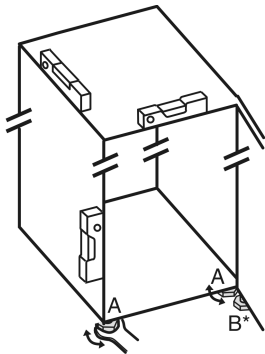

Fig. 24
- ▶ Az állítható lábakat Fig. 24 (A) a mellékelt villáskulccsal és egy vízmérce segítségével csavarja ki addig, amíg a készülék szilárdan és egyenesen be nincs igazítva.
- ▶ A csapágybak állítható lábát Fig. 24 (B) a mellékelt villáskulccsal csavarja ki úgy, hogy a padlón feküdjön.
- ▶ Az állítható lábat Fig. 24 (B) forgassa tovább 90°-kal.